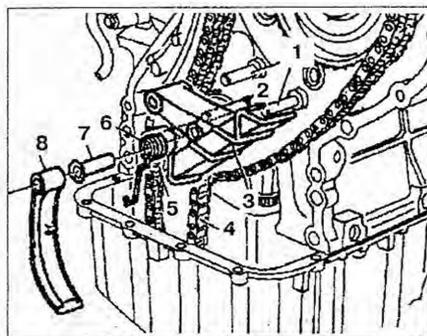

Рис. 2.8. Скользящий рычаг:
2. Снимите натяжной рычаг 8 с пальца 2 и осторожно ослабьте пружину 6 (рис. 2.8).